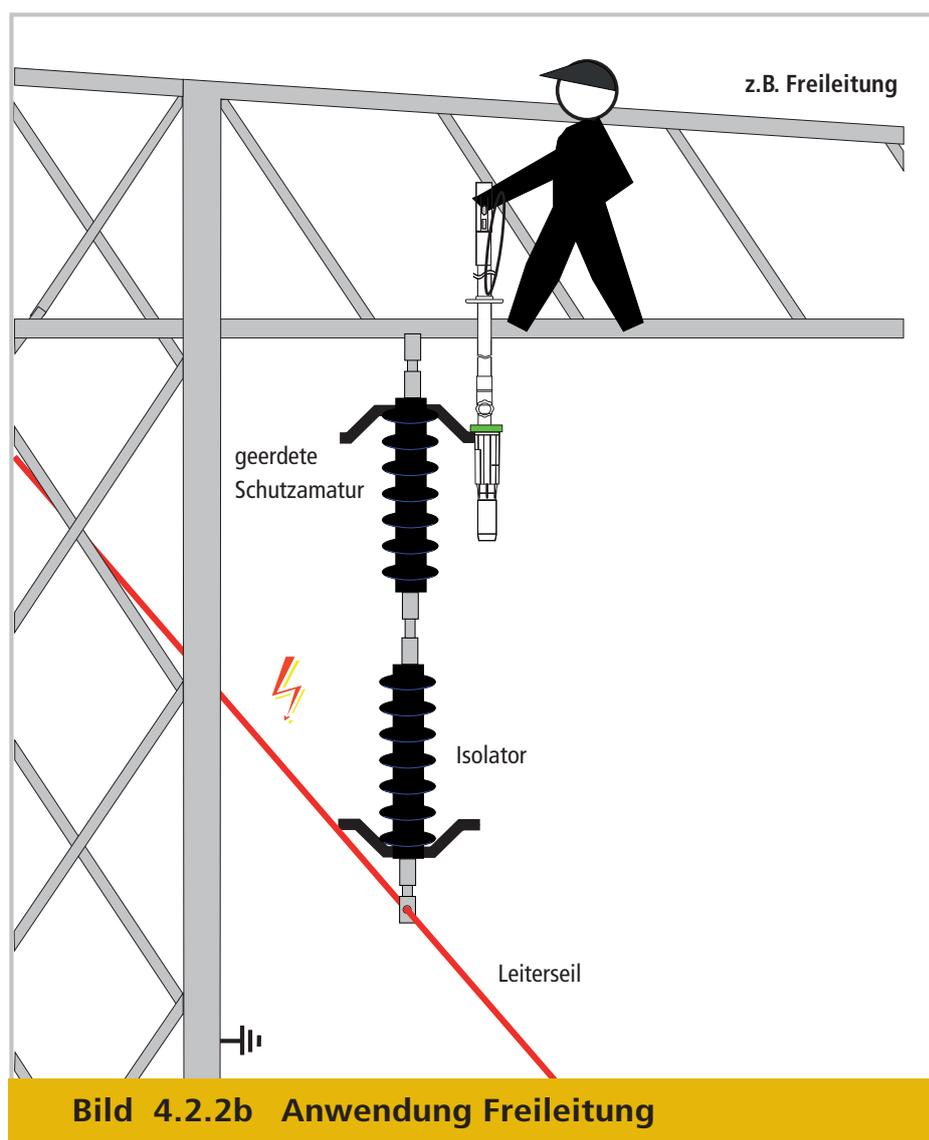

Bild 4.2.2b Anwendung Freileitung
- Der **E-Feldsensor** EFS L 127 muss dabei parallel zur Isolatorkettenachse in Richtung des zu prüfenden Leiterseiles ausgerichtet werden (siehe Bild 4.2.2b).